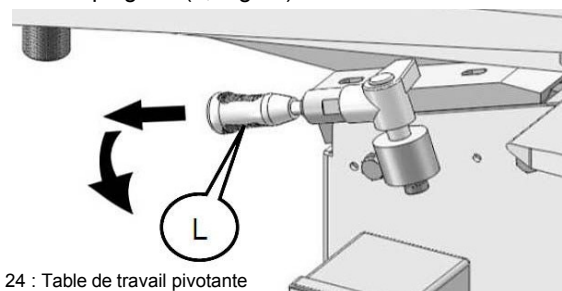

Fig. 24 : Table de travail pivotante
Étape 4 : Faites pivoter la table du rabot à dégauchir vers l'arrière en tournant et en relâchant la poignée (L, Fig.24).